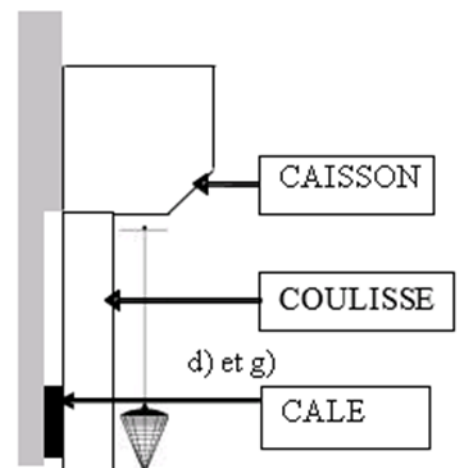

Figure 2
- Vérifier l'aplomb frontal de la coulisse de droite (*Figure 2*) et la caler si besoin
- Vérifier l'aplomb frontal de la coulisse de gauche (*Figure 2*) et le repérer par traçage, caler si besoin